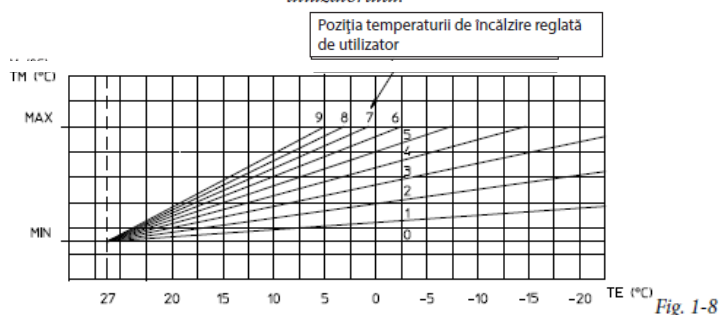

Fig. 1-8
Sonda poate fi conectată direct la placa electrică a centralei și permite reducerea automată a temperaturii maxime pe tur către instalație în momentul în care crește temperatura externă, cu scopul de a adapta căldura trimisă în funcție de temperatura externă. Sonda pentru exterior acționează întotdeauna atunci când este conectată, independent de prezența sau de tipul de cronotermostat utilizat și poate funcționa în combinație cu ambele cronotermostate Immergas. Corelația dintre temperatura pe tur către instalație și temperatura exterioară este determinată de poziția butonului selector aflat pe panoul de comandă al centralei (sau pe panoul de comandă al CAR^{V2}, dacă este conectat la centrală) în funcție de curbele reprezentate în diagramă (Fig. 1-8). Conectați sonda pentru exterior la bornele 38 și 39 aflate pe regleta montată pe panoul de comandă al centralei (Fig. 3-3).
• Așezarea garniturilor (de culoare neagră) pentru conductele "serie verde". Acordați atenție la interpunerea garniturii corecte (pentru coturi sau prelungitoare) (Fig. 1-8):
- garnitură (A) cu trepte, de utilizat pentru coturi;
- garnitură (B) fără trepte, de utilizat pentru prelungiri.